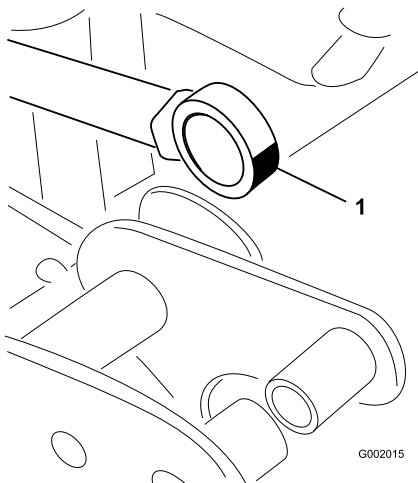

Figure 63
5. Faites pivoter le roulement au bout de la tige de vérin et appliquez de la graisse dans le roulement (Figure 63).